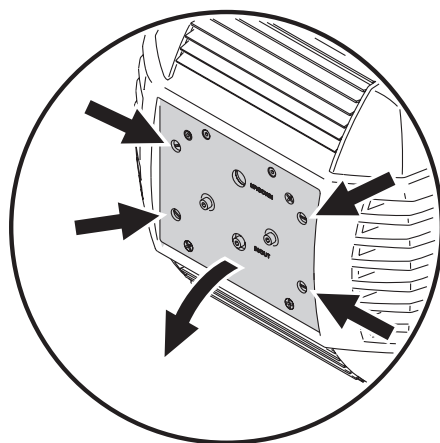

Figure 2: Accès à la lampe
2. Desserrez les 4 loquets 1/4 de tour repérés par les flèches sur la plaque d'accès à la lampe comme indiqué sur la Figure 2. Dégagez complètement le support de lampe sans forcer et laissez-le en appui sur ses guides.